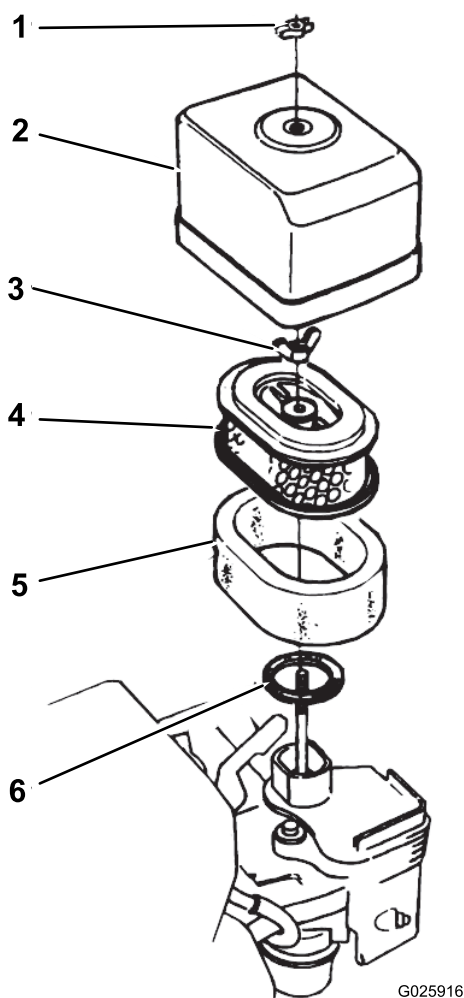

図 30
5. エアクリーナにエアクリーナのカバーを取り付ける蝶ナットを使用 図 30。
2. エアクリーナカバーをエアクリーナ本体に固定している蝶ナットを取り、カバーを外す 図 30。
1. エアクリーナカバーをエアクリーナ本体に固定している蝶ナットを取り、カバーを外す 図 30。
2. エアフィルタの蝶ナットを取り、フィルタを外す 図 30。
3. ペーパーフィルタからスポンジエレメントを外す 図 30。
1. ペーパーエレメントにスポンジエレメントを取り付ける 図 30。
2. ガasketが磨耗や破損していないか点検する 図 30。
3. ガasketをキャブレターの吸気口に正しく取り付ける 図 30。
4. エアフィルタのエレメントをキャブレターに蝶ナットで取り付ける 図 30。
5. もう一つの蝶ナットで、エアクリーナカバーをキャブレターに取り付ける 図 30。